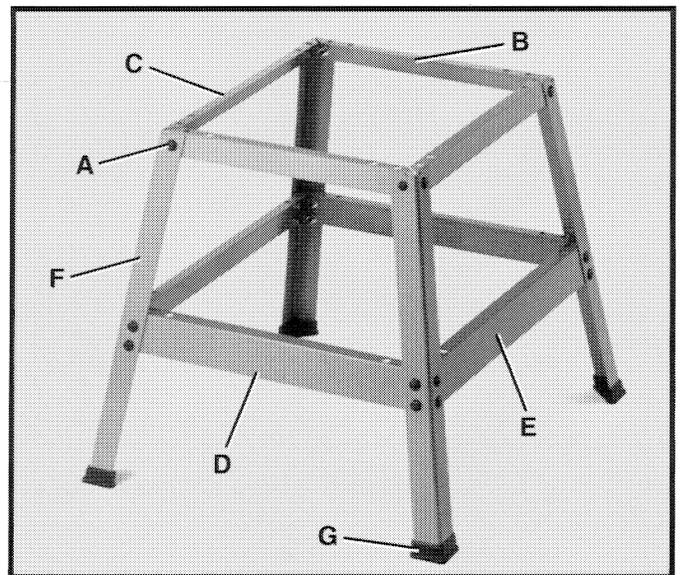

Fig. 8
Ensamble el estante de la manera ilustrada en la Fig. 8, utilizando los 24 pernos de carrocería de 5/8 pulg. de largo (A), arandelas planas con diám. int. de 5/16 pulg. y tuercas hexagonales de 5/16-18. Para facilitar la identificación de los soportes superiores e inferiores delanteros, laterales y posteriores, refiérase a lo siguiente y a la Fig. 8:
- (B) Dos soportes superiores delantero y posterior - 17 pulg. de largo
- (C) Dos soportes superiores laterales - 20-1/4 pulg. de largo
- (D) Dos soportes inferiores delantero y posterior - 21-1/4 pulg. de largo
- (E) Dos soportes inferiores laterales - 24 pulg. de largo
IMPORTANTE: Las cuatro patas (F) Fig. 8 deben posicionarse fuera de los soportes según lo ilustrado. No afiance la herramienta de montaje por completo en este momento.
Ensamble los cuatro pies de goma (G) Fig. 8 al fondo de cada pata (F) según lo ilustrado aquí. **AVISO:** Cada pie de goma (G) se suministra con un agujero para el montaje del estante al suelo si hace falta.